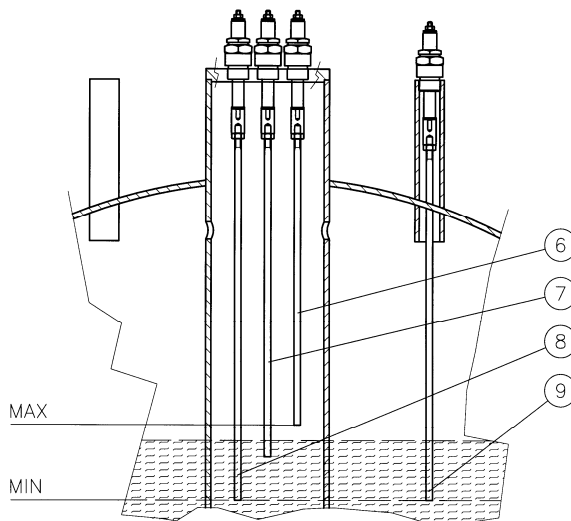

Fig. 8
2.2.2 Regulator automat de nivel si instrument nivel de siguranta (Fig. 8)